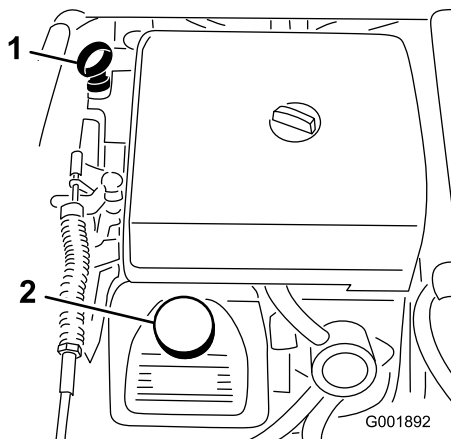

Bild 21
2. Nehmen Sie den Peilstab heraus und wischen Sie ihn mit einem sauberen Lappen ab (Bild 21). Stecken Sie den Peilstab in das Rohr und stellen Sie sicher, dass er vollständig eingeführt ist. Nehmen Sie den Peilstab heraus und prüfen Sie den Ölstand.
3. Wenn der Ölstand niedrig ist, nehmen Sie den Deckel des Einfüllstutzens von der Ventilabdeckung ab (Bild 21) und füllen Sie Öl auf, bis der Ölstand die Vollmarke am Peilstab erreicht. Angaben zur richtigen Ölsorte und zur Viskosität finden Sie unter Warten des Motoröls“ im Wartungsabschnitt. Gießen Sie Öl langsam ein und prüfen Sie den Ölstand häufig während des Füllens. Füllen Sie nicht zu viel ein.